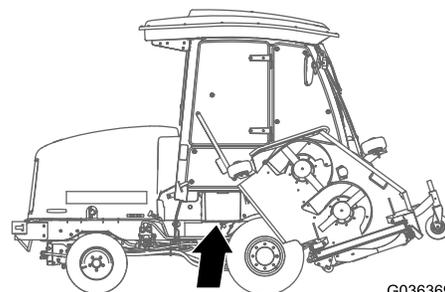

Рисунок 96
1. Откройте крышку аккумуляторной батареи сбоку на кожухе (Рисунок 96).
Примечание: Нажмите на плоскую поверхность над крышкой аккумуляторной батареи, чтобы облегчить снятие крышки (Рисунок 96).